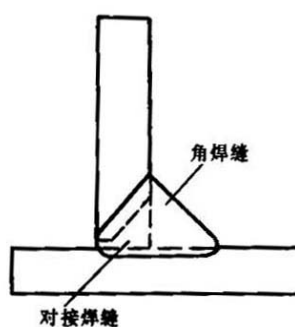

图 10
(2)角焊缝 两焊件接合面构成直交或接近直交所焊接的焊缝，见图 10。